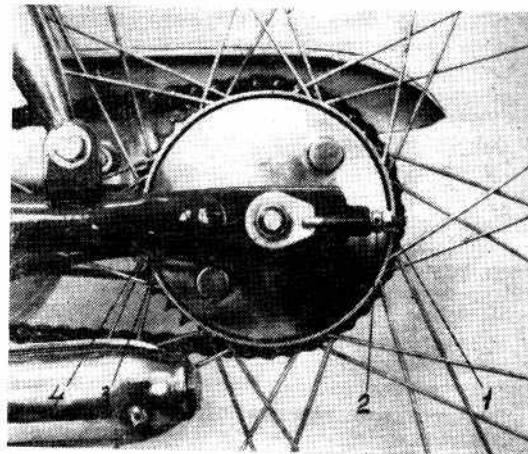
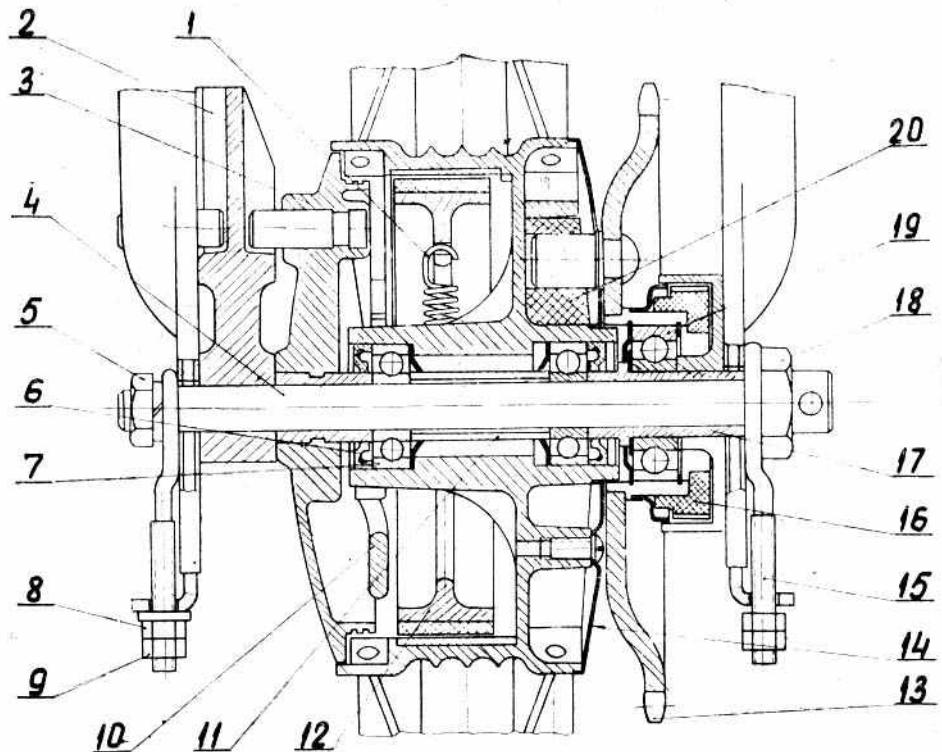

Рис. 9 — Регулировка заднего тормоза:
Рис. 12 — Задняя втулка:
До начала перемещения троса заднего тормоза (ввиду конструктивных особенностей механизма торможения внутри коробки передач) педали имеют свободный ход 45—60 градусов. Задний тормоз правильно отрегулирован, если педали поворачиваются до начала торможения дополнительно основному углу свободного поворота еще на 5—10 градусов. Регулировка производится, пользуясь регулировочным винтом 4 (рис. 9), на диске заднего колеса. Винт контрикся гайкой 3.
Порядок снятия заднего колеса (рис. 12):
1. Ослабить гайки заднего колеса 5 и 18 (рис. 12).
2. Отпустить контргайки 1 (рис. 9) с обеих сторон.
3. Вращением гайки 2 (рис. 9) с обеих сторон натянуть цепь.
4. Затянуть контргайки 1 (рис. 9) и гайки заднего колеса 5 и 18 (рис. 12).